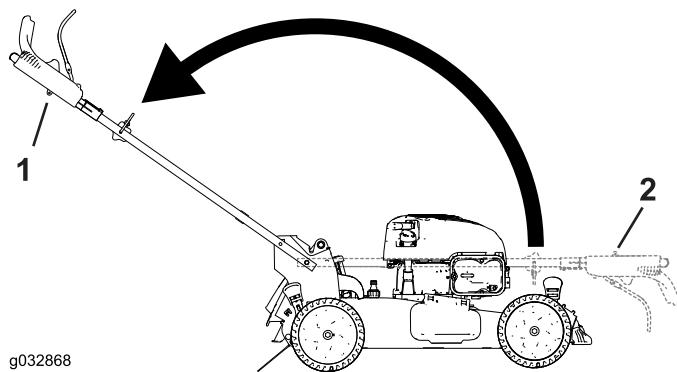

Рисунок 5
- Разложите рукоятку в рабочее положение, повернув ее назад (Рисунок 5).